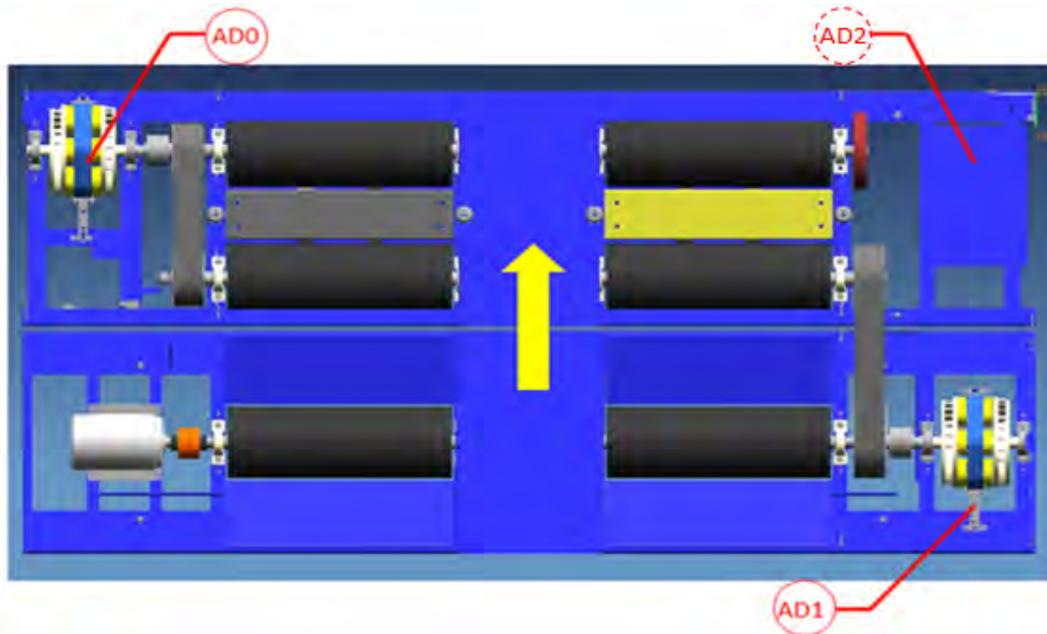

图 2.3
- b) 如图 2.3 所示，确保进车方向主台架左侧扭力传感器信号线连接至主控板上的 AD0 通道(J9)；副台架右侧扭力传感器信号线连接至 AD1 通道(J11)；主台架右侧扭力传感器信号线连接 AD2 通道(J7)，仅适用于特殊定制的特三涡流机测功机(如果是两涡流机测功机，该通道的+S、-S 必须短接至 AGND)；
- (2) 如图 2.3 所示，确保进车方向主台架左侧扭力传感器信号线连接至主控板上的 AD0 通道(J9)；副台架右侧扭力传感器信号线连接至 AD1 通道(J11)；主台架右侧扭力传感器信号线连接 AD2 通道(J7)，仅适用于特殊定制的两涡流机测功机(如果是两涡流机测功机，该通道的+S、-S 必须短接至 AGND)。